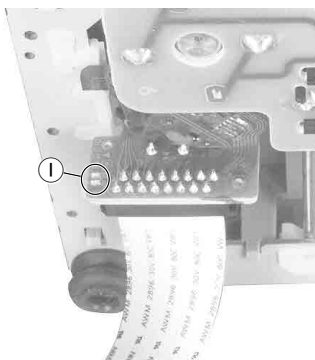

Fig. 7
Hinweis: Vor Abziehen der Flexprintleitung Sicherheitslötstelle (I) (Fig. 7) an der Pickup-Einheit kurzschließen. Dadurch wird verhindert, daß die Laserdiode durch statische Aufladung zerstört wird.
Note: Shortcircuit the safety solder pads (I) (Fig. 7) on the pickup unit before unplugging the flexprint to avoid a damage to the laser diode by static charges.